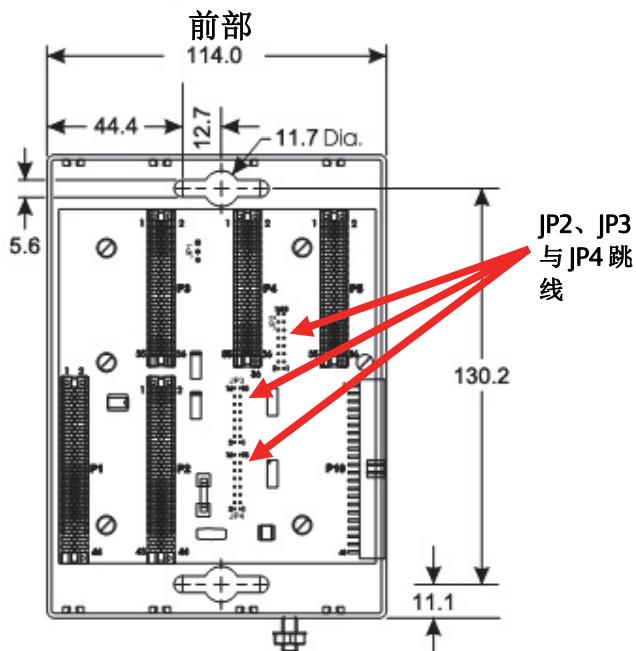

图2. ControlWave Micro 4 槽基本壳体尺寸（以毫米为单位）
- 基本壳体。**将其放置在机柜装配板上的合适位置，使用 ControlWave Micro 作为模板找到面板上的安装孔。尺寸信息请参见图2。对板上的安装孔位置进行钻孔攻丝。将 ControlWave Micro 放置在钻攻好的位置上并使用四个螺丝（未提供）固定到装配板上。以大约 1.1 至 1.4 牛米的转矩拧紧螺丝。
注：如果您将扩展壳体连接到4槽或8槽基本壳体上，请从4槽或8槽基本壳体的背板上拆下三个总线端子（JP2、JP3 和 JP4，如图2所示）。
基本壳体有一个接地片（参见图2），可接纳尺寸最大为 5.19 毫米 (4 AWG) 的线。在安装基本壳体及任何扩展壳体之后，以及在基本壳体或扩展壳体中安装任何模块之前，您必须在基本壳体接地片和已知的良好接地之间连接接地线。所有接地的地面对与接地棒或接地网之间的阻抗必须为 2.0 欧姆或以下（使用接地系统检测器检测）。ControlWave Micro 的机柜接地与接地棒或接地网之间的接地导体的阻抗应为 1 欧姆或以下。